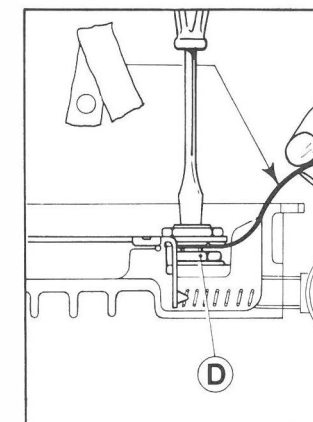

Fig. 80
La bouteille doit être disposée en position verticale (Fig. 80).
– Contrôler la fermeture des soupapes de haute et basse pression en interposant entre elles et les plans de retenue une bande de papier carbone superposée à une de papier blanc. Agir avec le tournevis sur l'entaille (Fig. 80) jusqu'à obtenir l'empreinte d'un cercle sur le papier blanc. Serrer l'écrou (D, Fig. 80) en évitant de bouger la soupape.
Never mount pressure reducer on moving or vibrating parts. Bottle must be assembled in vertical position (Fig. 80).
Insert screwdriver in valve slot (Fig. 80) and act on valves until a circular mark is obtained on the white paper. Tighten nut (D) (Fig. 80), avoiding to move the valves.
Mit Schraubenzieher auf die Ventilrillen einwirken, bis sich auf dem weissen Papier ein Kreis bildet (Abb. 80). Schraube (D) blockieren, dabei Ventil nicht bewegen.